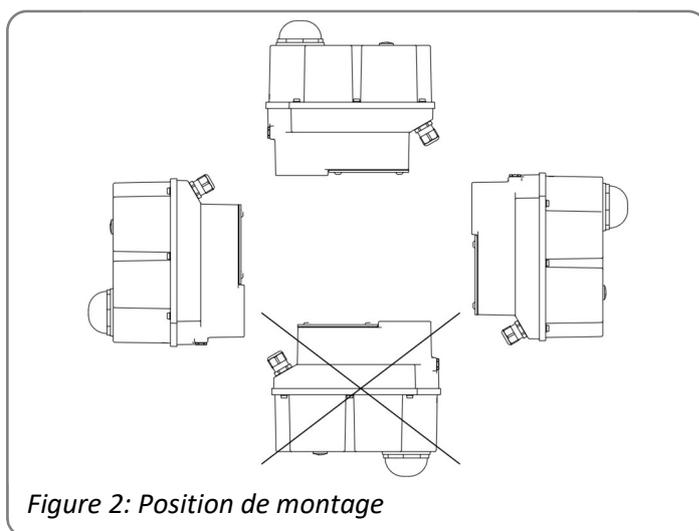

Figure 2: Position de montage
- La position de montage est indifférente, à l'exception de la position « capot vers le bas » (figure 2).